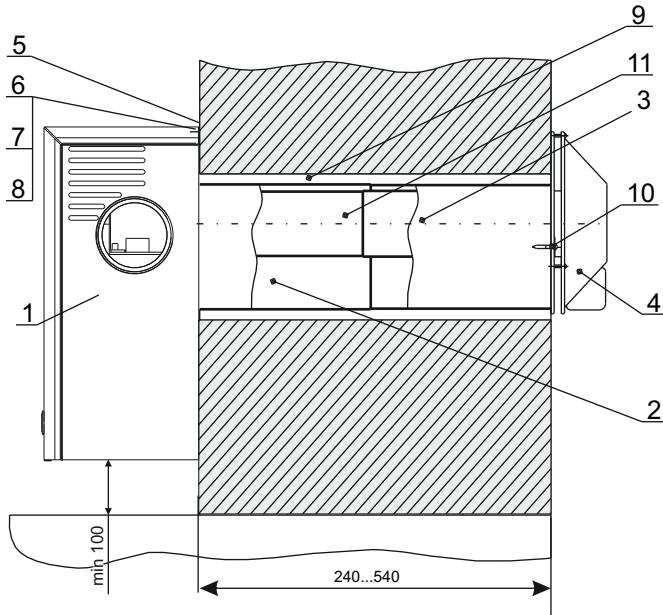

Рис. 2. УСТАНОВКА КОНВЕКТОРА
6.4.2. Встановити патрубок повітропроводу 2 (рис. 2) на осі каналу горизонтально так, щоб торець виступав над внутрішньою площиною стіни на 25 мм, і зафіксувати патрубок дерев'яними клинами, щоб уникнути його деформації.
6.4.3. Встановити газохід зовнішній 4 (рис.2) урівень із зовнішньою площиною стіни горизонтально по осі каналу, поєднавши при цьому вставку 3 і повітропровід 2. (розриви в з'єднаннях не допускаються), і зафіксувати дерев'яними клинами.
6.4.6. Зафіксувати на стіні шпильки кріплення конвектора (рис.2)
6.4.8. Встановити конвектор проушинами 5 (рис.2) на шпильки кріплення 6 (рис.2), з'єднавши при цьому патрубок димаря з фіксованим патрубком газоходу зовнішнього. Патрубок повітропроводу 2 (рис.2) розмістити в кільцевому пазі конвектора на прокладку (базальтовий шнур). Виставити вертикально конвектор і закріпити його гайками (п.6), забезпечуючи при цьому щільний і герметичний прижим конвектора до повітропроводу. Встановити прижими і закріпити ними повітропровід в пазі конвектора.